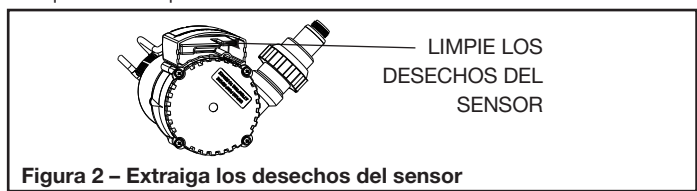

Figura 2 – Extraiga los desechos del sensor
7. Si la bomba funciona de forma continua, desconecte la unidad. Una vez desenchufada, extraiga el filtro y verifique que no hayan quedado desechos adentro del sensor (Figura 2). Quite las hojas, los desechos o la suciedad que estén atrapados.